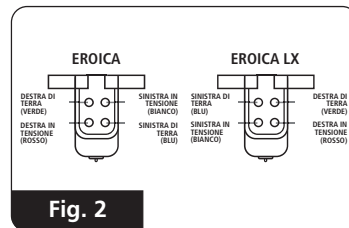

Fig. 2
(2) Collegamenti. Gli spinotti di contatto sono classificati a seconda del colore, in accordanza con l'International Standard Colour Code (Codice Internazionale Standard dei Colori). Collegate i quattro cavi di presa ai corrispondenti spinotti sulla testina (vedi fig. 2).